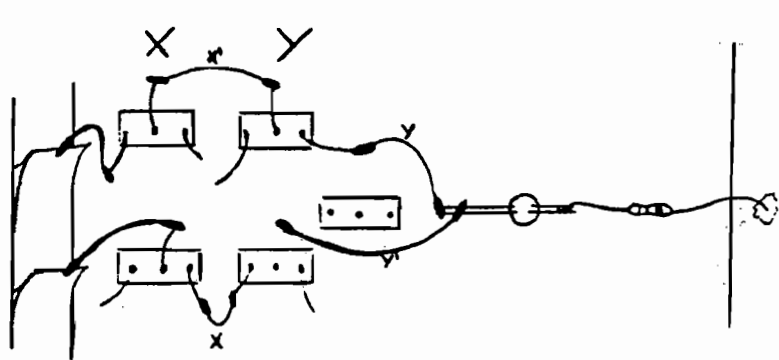

Figura 6
La función  $f(x,y) = x'y + xy'$  se implementa en cuatro interruptores  $x$  e  $y$  (Figura 6).
**NOTA** : En la Figura 6, el hecho que algunas patas queden sin conectar no afecta la lógica del circuito.